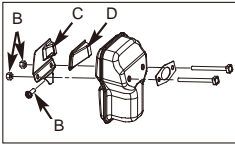

Fig. 17B
2. Fjern de 2 skrue, der holder dækslet på plads (C). (Fig.17B)
3. Smid den brugte gnistfangerskærm (D) ud, og erstæt den med en ny.